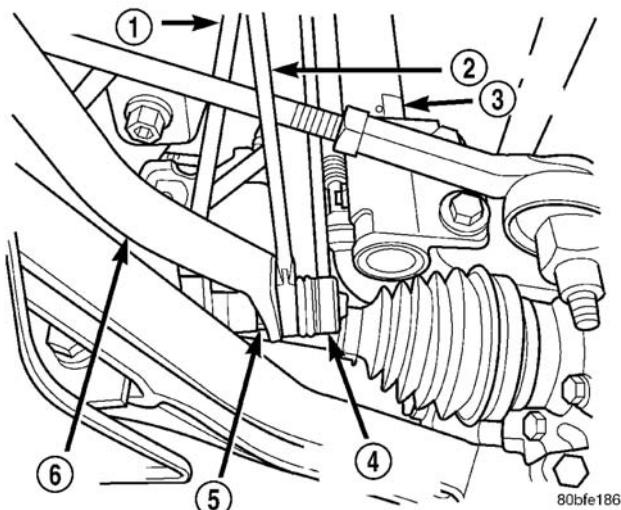

图 33 稳定杆连杆连接至稳定杆
注意：从稳定杆连杆的球销上取下螺母时，勿使球销在球头内旋转。用开口扳手夹住球销上加工的平台，固定住球销，不让它转动 (图 33)。
(5) 从稳定杆的每端卸下稳定杆连杆 (图 33)。在拆卸时，将开口扳手插入连杆的安装球销内加工的平台上，然后在保持扳手不动的同时，拆下螺母。将每个球销推出稳定杆内的孔。
(4) 将稳定杆连杆固定球销安装到稳定杆每端的孔中（图 33）。
注意：当在稳定杆连杆固定球销上安装螺母时，勿使球销在球头内旋转。用开口扳手夹住球销上加工的平台，固定住球销，不让它转动（图 33）。